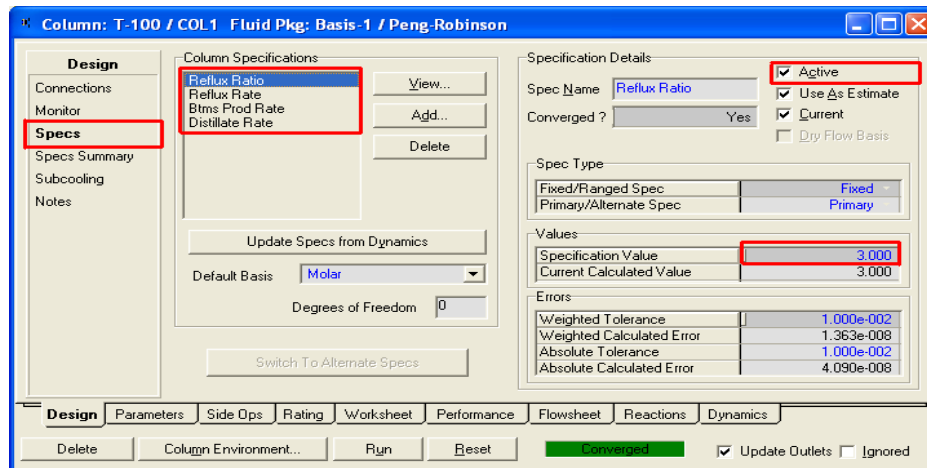

Fig.VII.7
- Cliquez ensuite sur **Specs** pour faire apparaître la fenêtre de spécification (Figure VII.7),